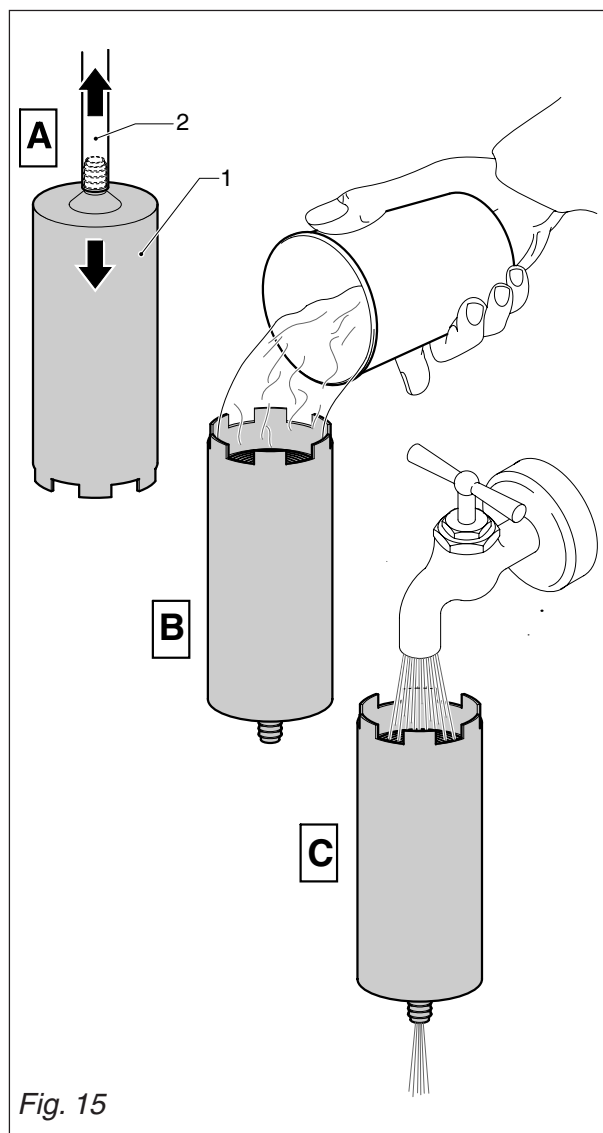

Fig. 15
- Sfilare l'addolcitore 1 Fig.15 dal tubo in gomma 2 e capovolverlo.